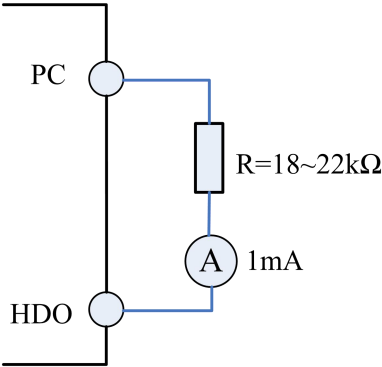

图 6
- 当 P.74=0 且 P.64=1 时，外部端子“HDO”为 FM 功能，接线如图 6 所示，用以指示变频器的输出电流或输出频率。
1. 接线如图 6 所示，并且设定 P.64=1，P.54=0。因为组件上的差异，表头需要校正。